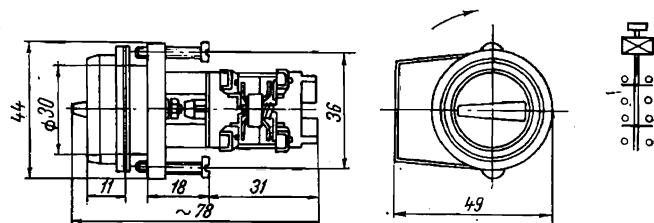

Fig. 6.4. Buton cu reținere cod 3780 (IP 300) și 3781 (IP 430).
- buton cu reținere (fig. 6.4) la care acționarea se face prin apăsarea unei chei; pentru menținerea acționării se rotește cheia cu 90° spre dreapta;